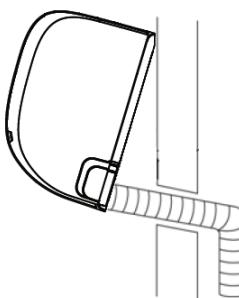

fig. 12 -
**Uwaga:** Aby ułatwić zamocowanie modułu na płycie, górna część modułu powinna być podniesiona, a następnie obniżona wraz z osłoną ("fig. 12 -") do pozycji prostopadłej. O szczegółach wykonania wszystkich czynności zgodnie z konkretnymi wymogami na miejscu powinien zdecydować instalator na podstawie swojego doświadczenia